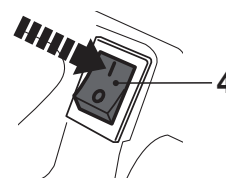

Fig. 23
2. Avant de lancer le moteur, assurez-vous que la chaîne (6) n'est pas en contact avec quoi que ce soit.
3. Mettez l'interrupteur (4) sur "I" (marche) (Fig. 23).